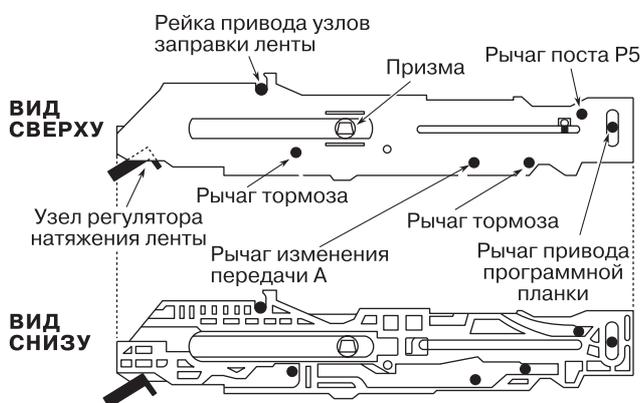

Рис. 4. Установка программной планки
9. Устанавливают рычаг изменения передачи А, рычаг поста Р5 и программную планку. Фазировать программную планку таким образом, чтобы выступ на зубчатой рейке привода узлов заправки ленты совпал с выемкой на планке. Обеспечивают совмещение выступов на рычаге изменения передачи А, рычаге поста Р5, рычагах тормозов подающего и приемного подкассетных узлов с пазами в программной планке (см. рис. 4).